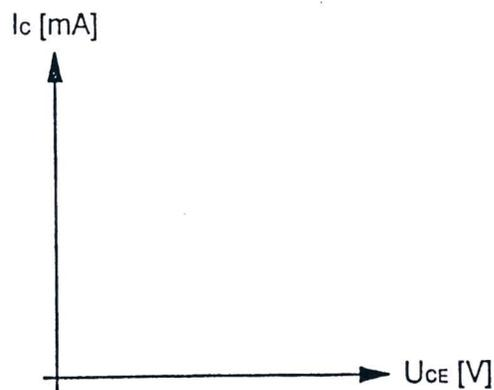

Fig. 7.3
12. Trazar en la Fig. 7.3 la línea de carga, considerando como puntos extremos los valores de  $I_{C(sat)}$  y  $U_{CE(corr)}$ ;
13. Situar en la Fig. 7.3 el punto de reposo Q que tiene por coordenadas los valores medidos de  $I_C$  y  $U_{CE}$ : el punto Q esta en la línea de carga estática;